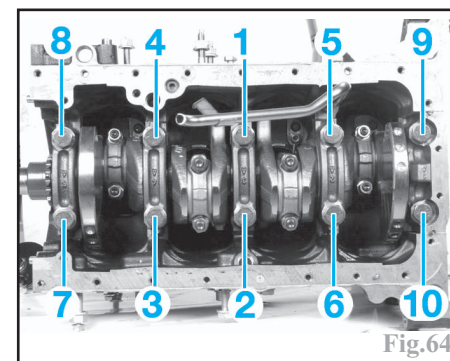

Fig.64
Pré-serrer le palier n°1. Déposer les outils. Monter les chapeaux de tourillons repérés de (1) à (5) lubrifiés et serrer les 5 paliers au couple dans l'ordre indiqué (Fig.64).